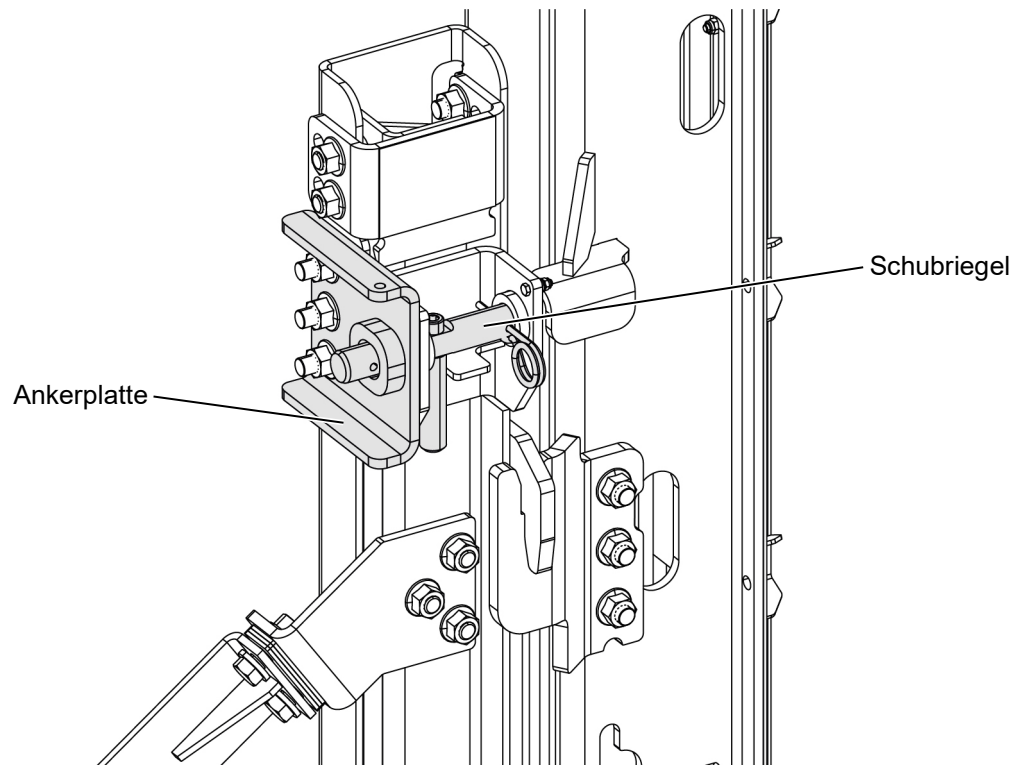

Abbildung 27: Ankerplatte und Schubriegel, Lift in oberster Position
- Kontrollieren Sie, ob sich beide Schubriegel leichtgängig in ihre jeweilige Ankerplatte schieben lassen (siehe Abbildung 27, Seite 37).